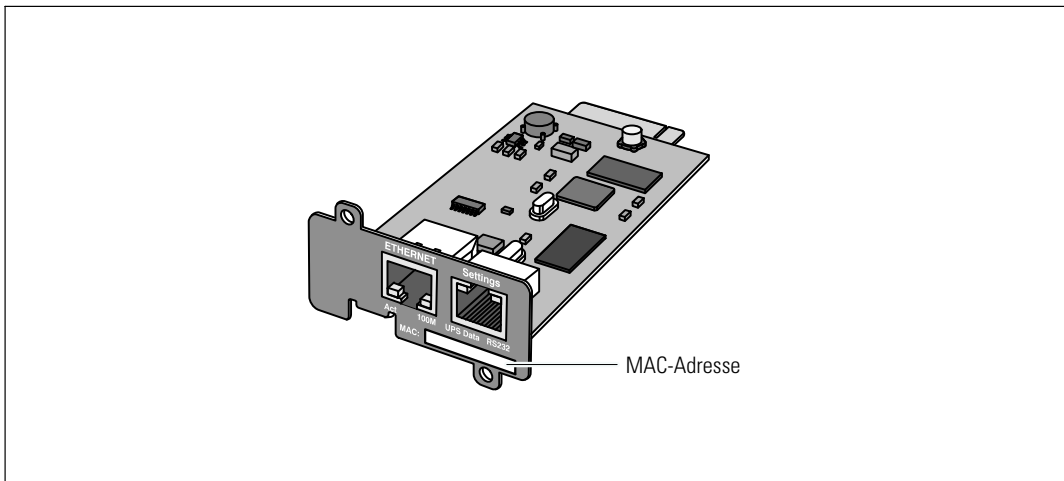

Abbildung 2. Position der MAC-Adresse
- Die MAC-Adresse ist auf dem Etikett auf der Vorderseite der Karte aufgedruckt (siehe Abbildung 2).